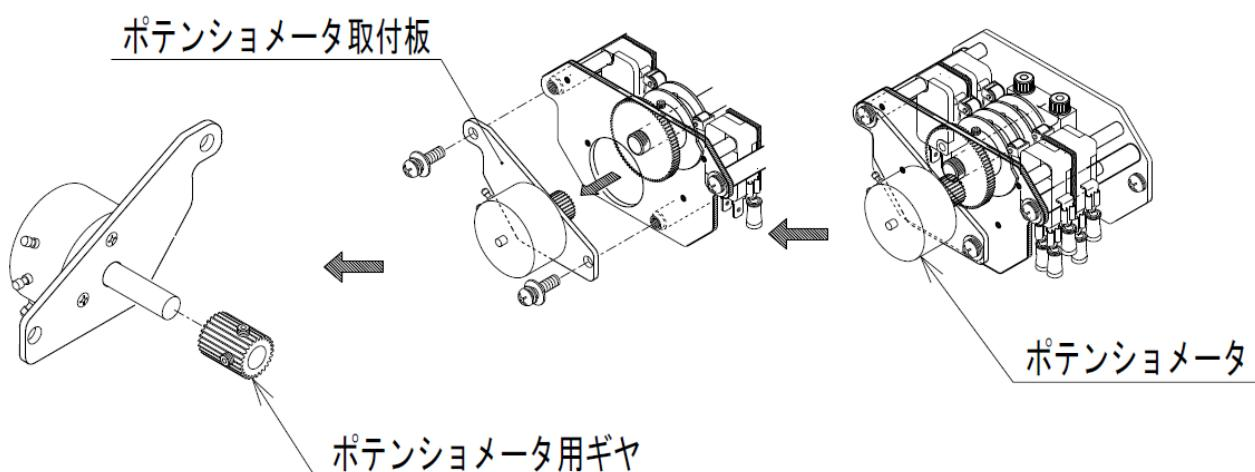

図9：ポテンショメータの取り外し
(1) ポテンショメータの交換要領（制御動作C形、巻線抵抗形ポテンショメータ  $135\Omega$  の場合）
- ①コントロールモータを電動動作で全閉位置とし電源を遮断します。
- ②コントロールモータのスイッチカバーを外します。
- ③端子箱カバーを外し、端子BM, RM, WMに接続されている外部配線を解線します。
- ④端子RM-WM間にテスタ（抵抗レンジ）をあて抵抗値を測定、記録します。
- ⑤ポテンショメータ本体の3端子に接続されているリード線色と端子番号を記録します。
- ⑥ポテンショメータの端子付近からリード線を切断します。
- ⑦ポテンショメータ取付板を取り外します。（図9参照）
- ⑧ポテンショメータに付いているギヤを取り外します。